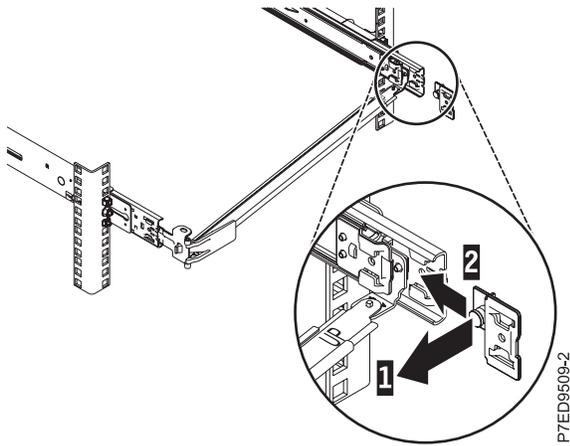

Figura 15. Tendido de la patilla de la abrazadera de montaje e instalación de la abrazadera de montaje en el riel deslizante
- Tire de la patilla de la abrazadera de montaje (1) e inserte la pieza abrazadera de montaje (2) en el riel deslizante derecho. Empuje la abrazadera en el riel deslizante hasta que la patilla accionada por resorte quede encajado en su sitio, tal como se muestra en la Figura 15 en la página 13.